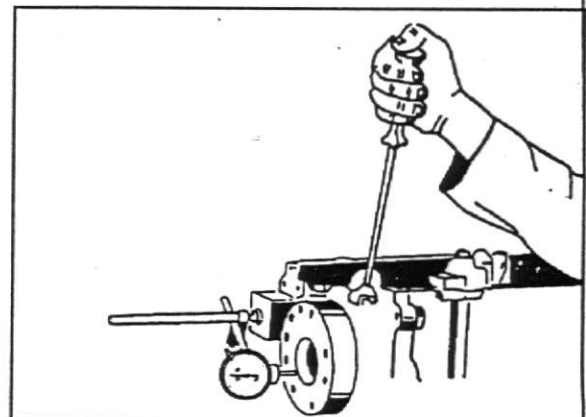

Fig. 10
11. Verifique a folga axial da árvore de manivelas utilizando um relógio microcomparador: 0,05 - 0,38 mm ou 0,002 - 0,015 pol. Se a folga verificada for superior à especificada, substitua as arruelas de encosto para sobremedida, fig.10.